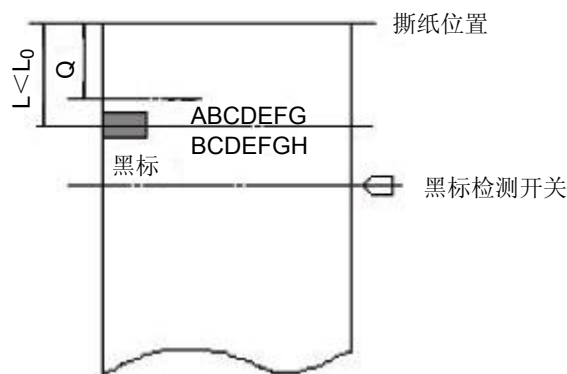

图 3
2. 当黑标印刷位置到撕纸位置的距离 L 小于打印机的机械值 L_0 时（如图 3 所示），GS（F 命令的撕纸位置偏移量计算为：